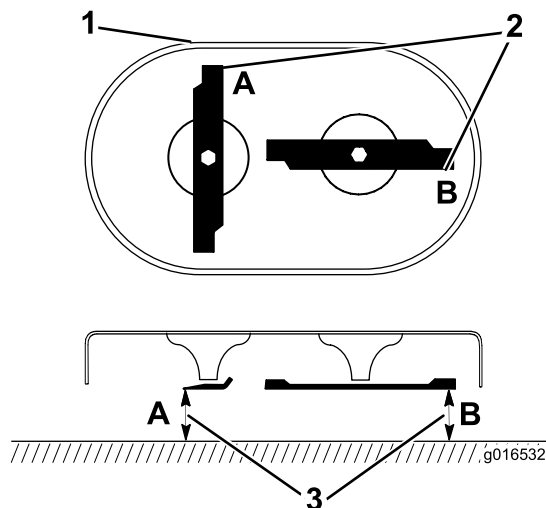

Figura 35
1. Gire las cuchillas hasta que estén posicionadas según se muestra en Figura 35.
2. Mida desde una superficie nivelada hasta los filos de corte, en las posiciones **A** y **B**, (Figura 35) y anote las dimensiones.